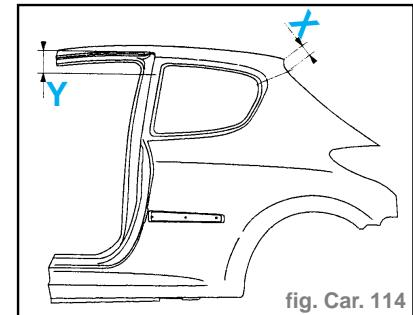

fig. Car. 114
- Tracer puis découper l'aile à l'aide d'une meule épaisseur **1 mm** (coupe définitive) (fig. Car. 114).